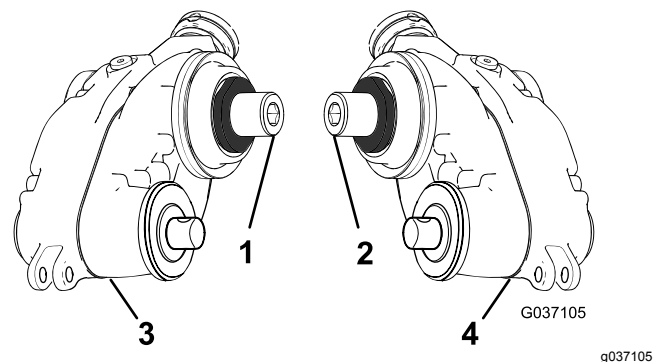

Bild 6
1. Ermitteln Sie den rechten und linken Groomerantrieb, siehe Bild 6.